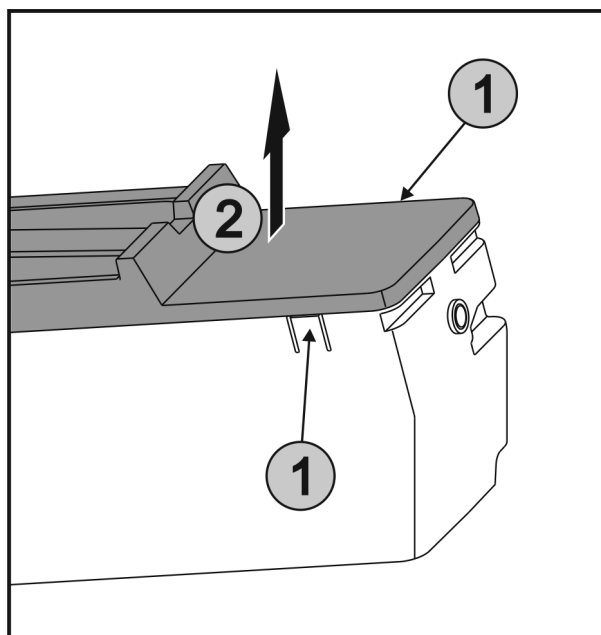

Fig. 40
- Одновременно нажать на наклейки Fig. 40 (1) на обеих сторонах EasyTwist-Ice и снять крышку Fig. 40 (2) движением вверх.